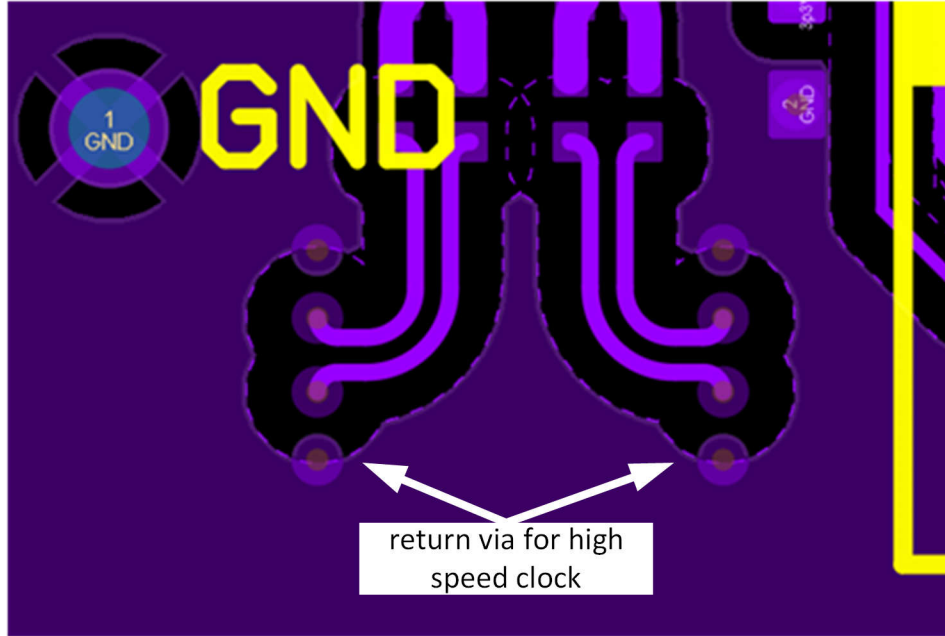

图 9-12. 高速时钟的回路过孔
8. 当高速信号必须使用过孔转换到另一层时, 应尽可能远地穿过电路板 (最好是从上到下), 以更大限度地减少过孔顶部或底部的过孔残桩。如果层选择不灵活, 请使用背钻或埋入式盲孔来消除残桩。在各层之间转换时, 务必使两个接地过孔 (“回路过孔”) 靠近关键的高速信号布线过孔放置, 就近形成接地回路。详情请参考图 9-12。